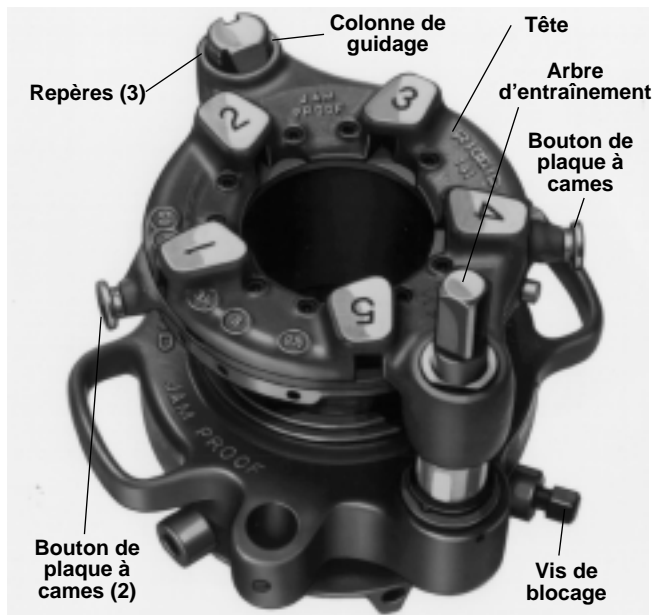

Figure 22 – Fileteuse démultipliée n° 141 montrant les repères de la chemise de pignon et de la colonne de guidage
Immobilisez le porte-pièce et tournez le carré de l'arbre d'entraînement ou le boîtier d'engrenages à la main jusqu'aux repères correspondants de la colonne de guidage (Figure 22).
4. Pour obtenir un filetage cylindrique, tournez la colonne de guidage jusqu'à ce que sa fente verticale soit orientée vers l'intérieur. Pour les filetages coniques, orientez la fente diagonale vers l'intérieur. La *figure 22* montre la colonne de guidage en position de filetage conique.